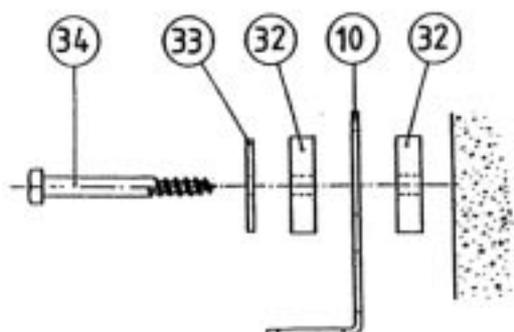

Figure 3
Ajouter les silentblocs (32) de chaque coté des équerres de pose (10) et les rondelles métalliques (33) sous les têtes des tire fonds (34) pour isoler la porte de la maçonnerie .(figure 3).